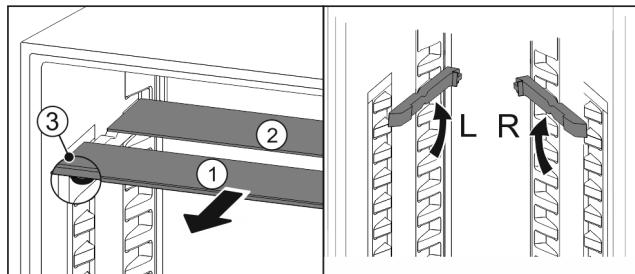

Fig. 107
- ▶ Издърпайте Fig. 107 (1) поотделно стъклените площи напред.
- ▷ Стъклената плоча Fig. 107 (1) с декоративната лайстна е отпред.
- ▷ Ограничителите Fig. 107 (3) сочат надолу.